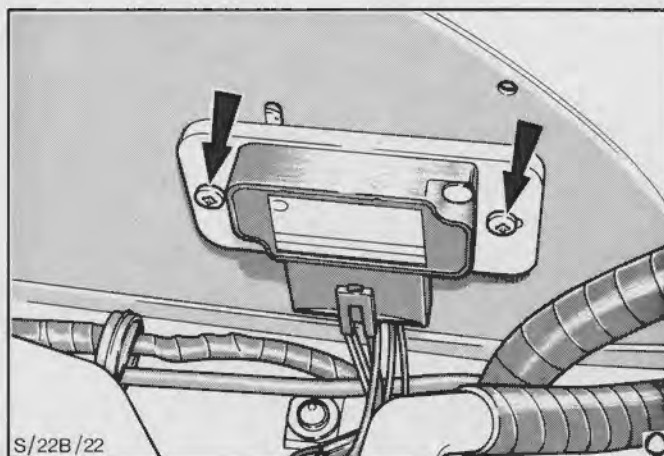

Fig.37. TFI-modulet fastgjort på inderskærmens lodrette del
2. Afbryd multistikket fra modulet, Fig. 37 og 38. Stikket afbrydes ved at trække i stikket, ikke i ledningen.